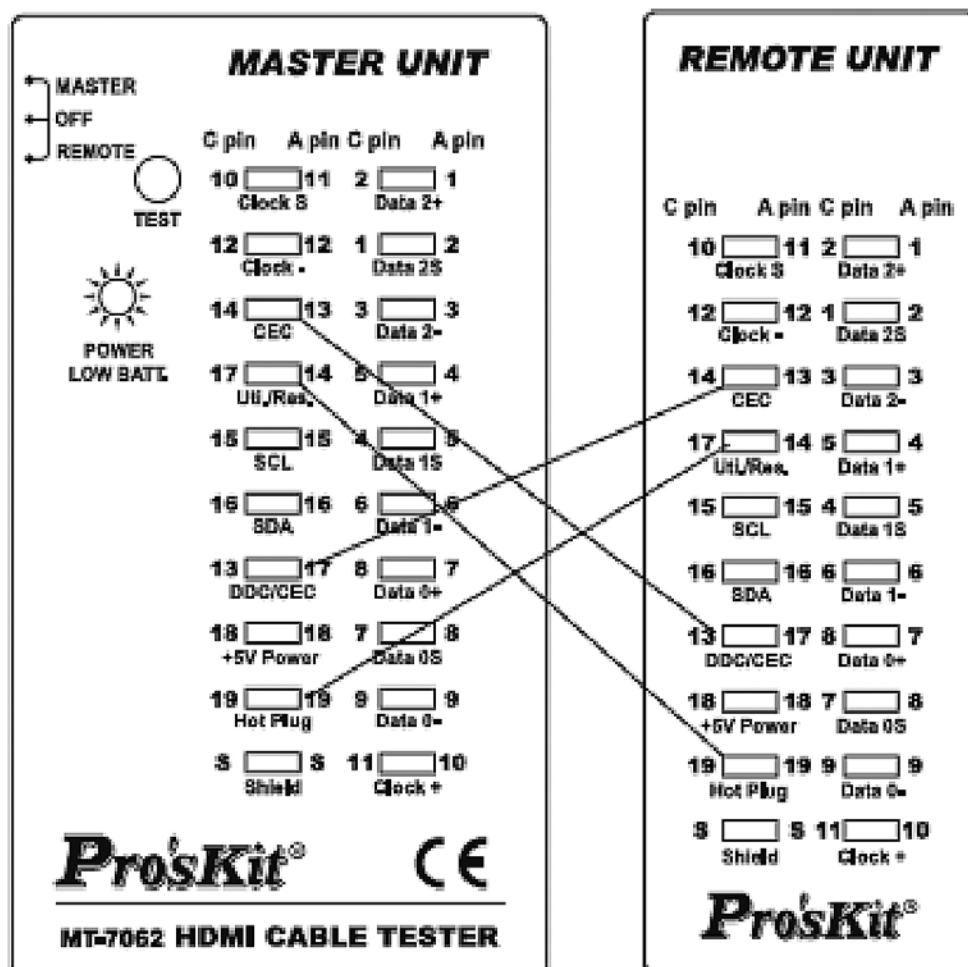

Рис. 9. Кросс, перекрестное подключение проводов (Crossover)
- Кросс, перекрестное подключение проводов (Crossover): индикаторы на основном блоке и модуле для удаленного контроля блока, в том числе и с кроссом, будут светиться поочередно. Пример такой неисправности для кабеля HDMI A-A с перекрестным включением проводов 13–17 и 14–19 и для HDMI (тип A) — Mini-HDMI (тип C) с перекрестным включением проводов 13–17 и 14–19, а также для кабеля Mini-HDMI C-C с кроссом проводов 13–17 и 14–19 приведен на рис. 9.